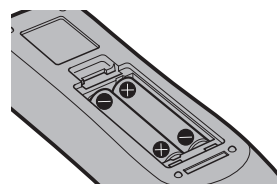

Fig. 2
- 2) **Inserire le batterie e chiudere il coperchio (inserire prima il lato "⊖").** (Fig. 2)